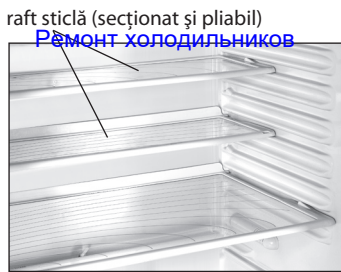

Figura 3 - Raft sticlă (secționat și pliabil)
1.7 Raftul de sticlă (secționat și pliabil), în conformitate cu figura 1, constă din două părți, în conformitate cu Figura 3. Secțiunile acestui raft pot fi fixate în CF separat una de alta, pentru a amplasa vasele mari în spațiul dintre rafturi.